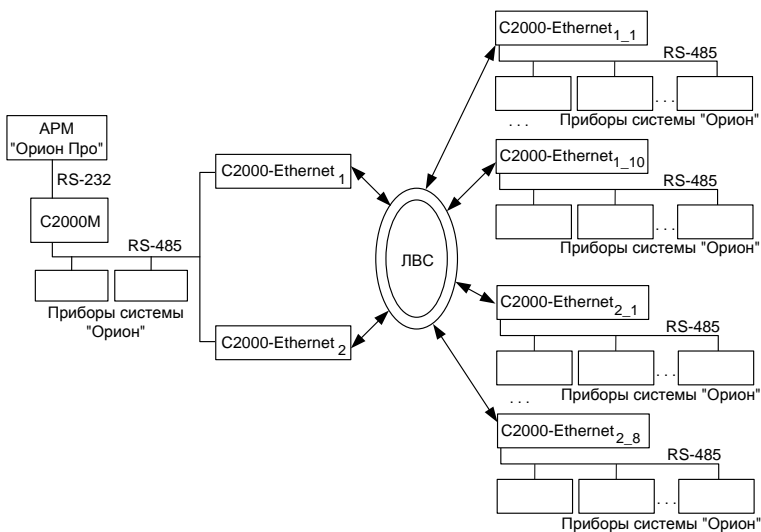

Рисунок 5 Пример схемы подключения «C2000-Ethernet»
1. Тип интерфейса. Согласно указанной выше структуре построения системы (Рисунок 5) все «C2000-Ethernet» используют тип интерфейса **RS-485**.